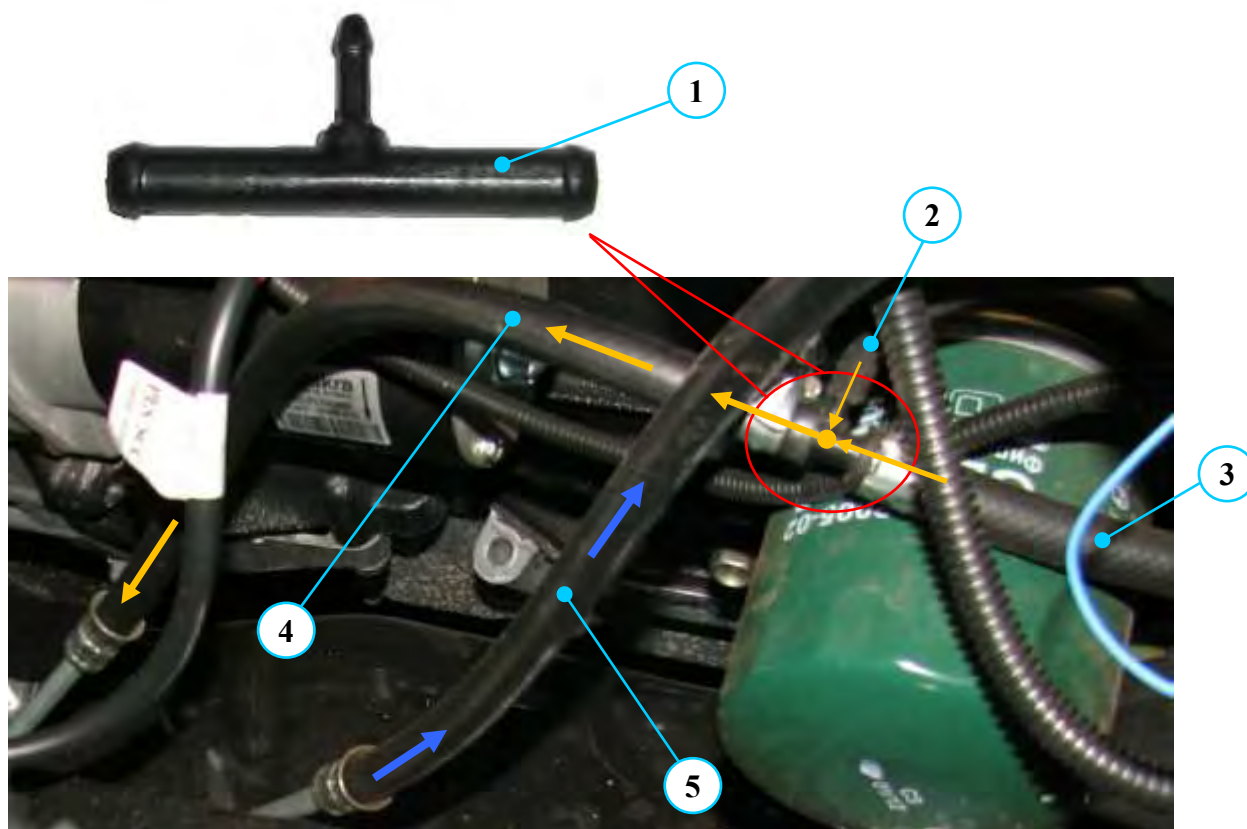

Рис.57. Внешний вид и место установки тройника для слива отсечного топлива из ТНВД и топливных форсунок в топливный бак:
**Тройник** (рис.57) служит для подачи отсечного топлива из ТНВД и топливных форсунок в топливный бак. Тройник изготовлен из Армида ПА СВ 30-2Т.